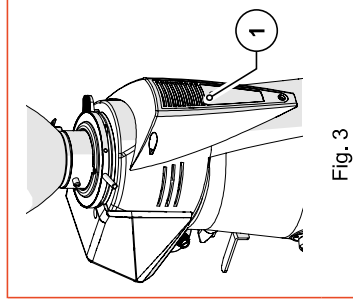

Fig. 3
- **Ventilateur de refroidissement (Fig. 3)**